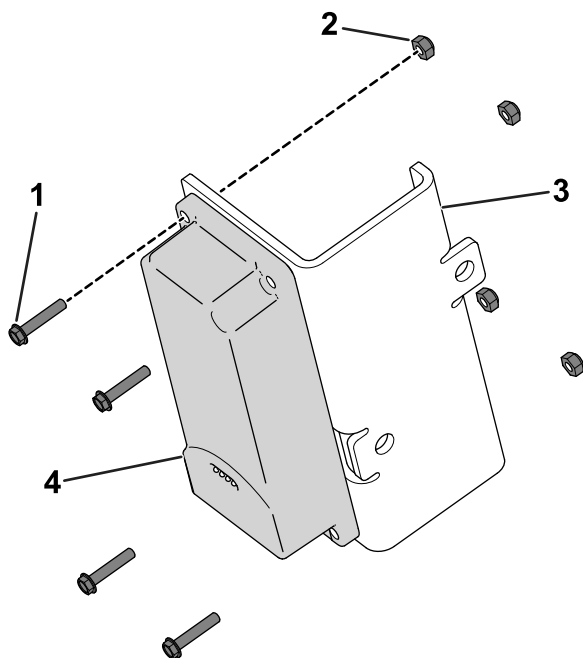

Figura 6
1. Utilize quatro parafusos de cabeça sextavada (n.º 10 x 1 pol.) e quatro porcas de bloqueio (n.º 10) para prender o dispositivo de telemática ao suporte do dispositivo (Figura 6).